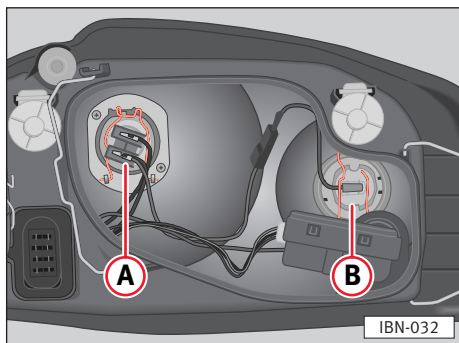

Fig. 149
- Retirar a tomada do fio da lâmpada ⇒ fig. 149 ②.
- Colocar a tampa de plástico e colocar os tirantes ②.